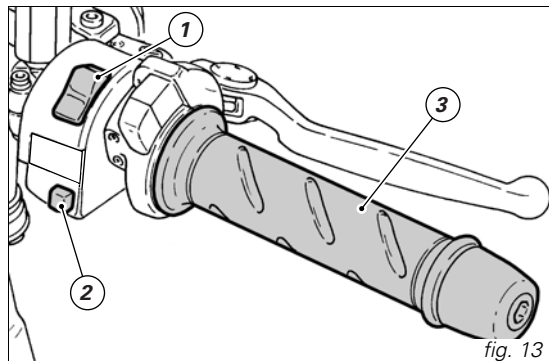

fig. 13
1) se il codice viene riconosciuto, la spia (6, fig. 4), posta sul quadro strumenti, emette un breve lampeggio; il sistema di protezione ha riconosciuto il codice della chiave e disattiva il blocco motore. Premendo il pulsante START (2, fig. 13), il motore si avvia;
Commutatore destro (fig. 13)
Manopola girevole comando acceleratore (fig. 13)